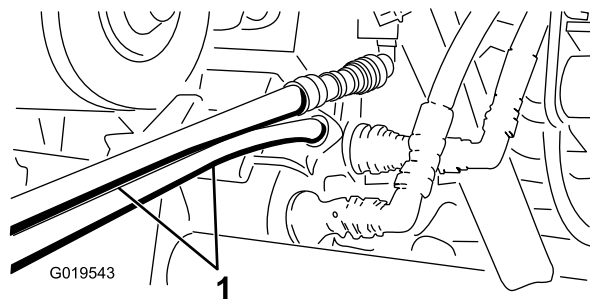

Figura 71
5. Sull'altra macchina, collegate i due tubi ai connettori che si trovano ancora nella staffa dell'accoppiatore (collegate il tubo superiore al connettore superiore e il tubo inferiore al connettore inferiore) (Figura 71).